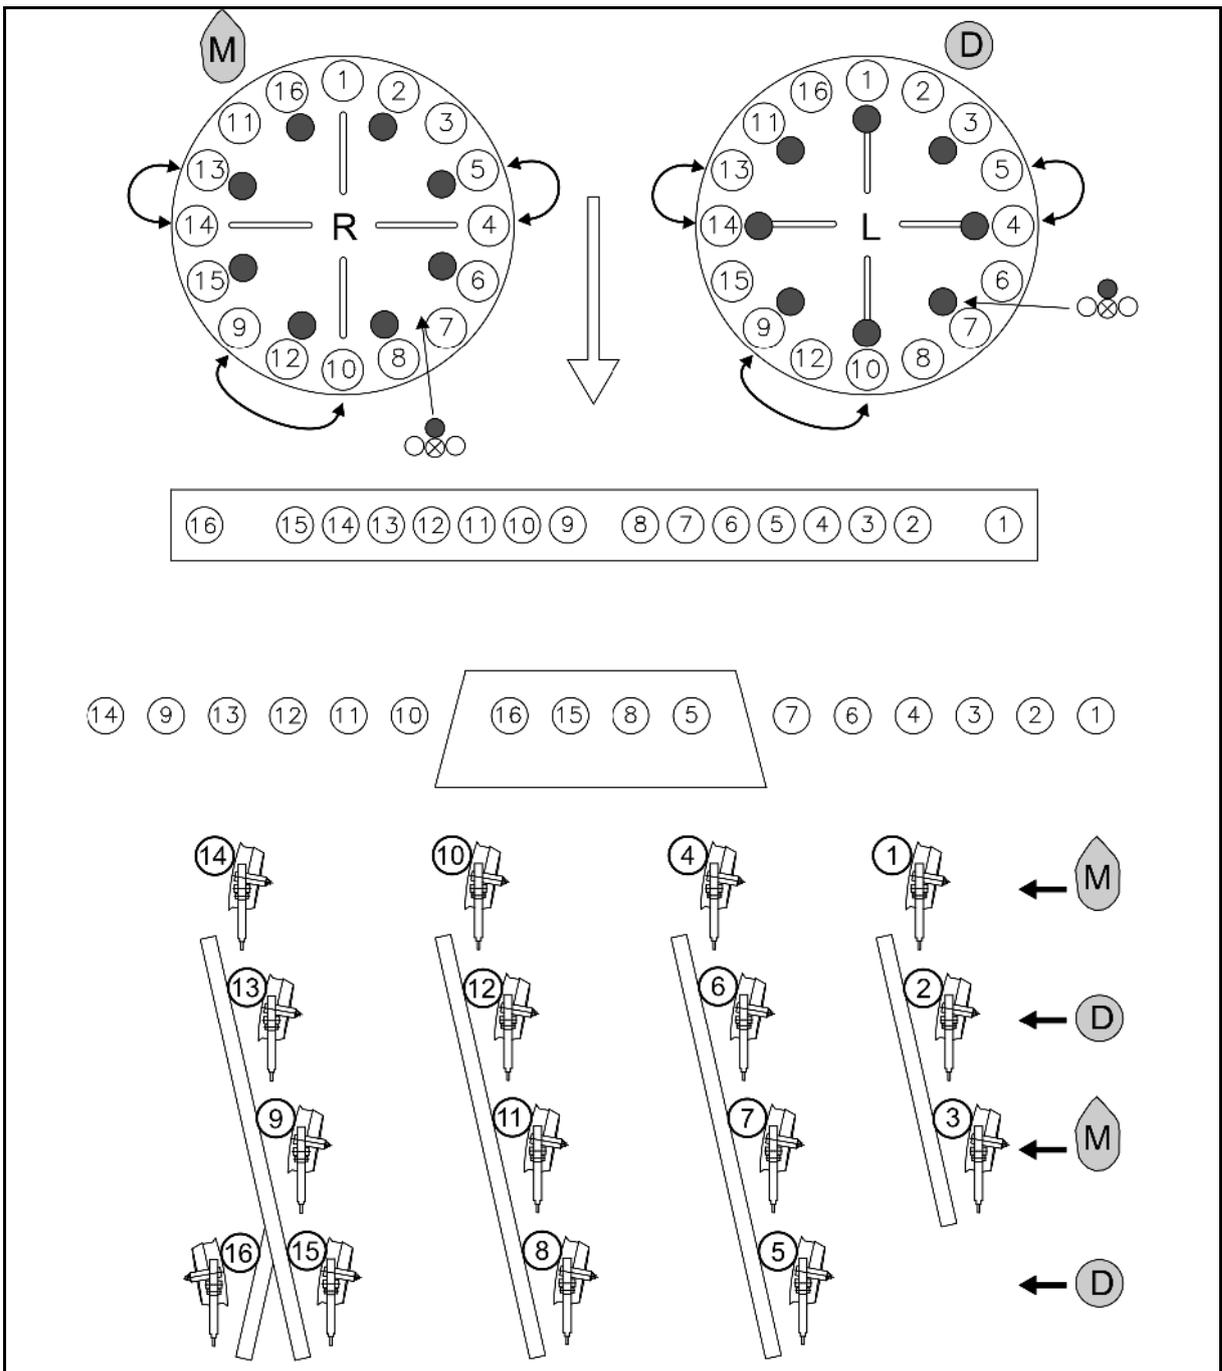

Fig. 40
- Maíz M: Montar los tapones de cierre correctamente Fig. 40.
- Abono D: Montar los tapones de cierre correctamente Fig. 40.